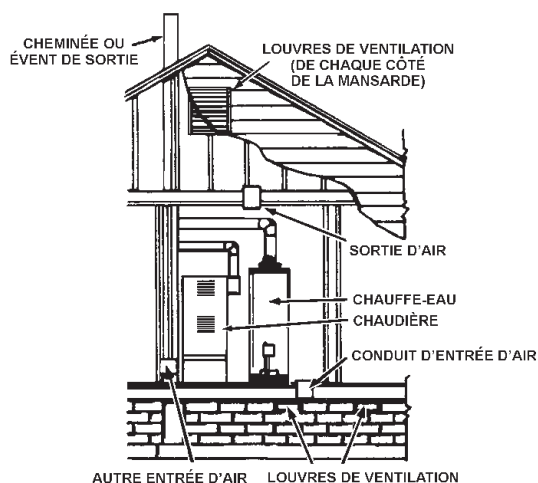

FIGURE 12
### B. L'AIR EST ENTIÈREMENT TIRÉ DE L'EXTÉRIEUR DU BÂTIMENT (fig. 12, 13 et 14)
- Chaque ouverture qui communique directement avec l'extérieur doit comporter une surface libre d'au moins 1 po2 par 4 000 Btu/h (5,5 cm2/kW) de débit calorifique nominal total de tous les appareils se trouvant dans l'enceinte (fig. 12).